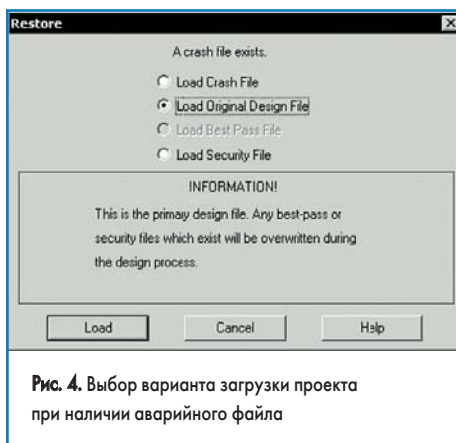

Рис. 4. Выбор варианта загрузки проекта при наличии аварийного файла
- В папке проекта существуют аварийные файлы. В этом случае на экране появится немного другое диалоговое окно Restore (рис. 4), предлагающее выбрать нужный вариант проекта.